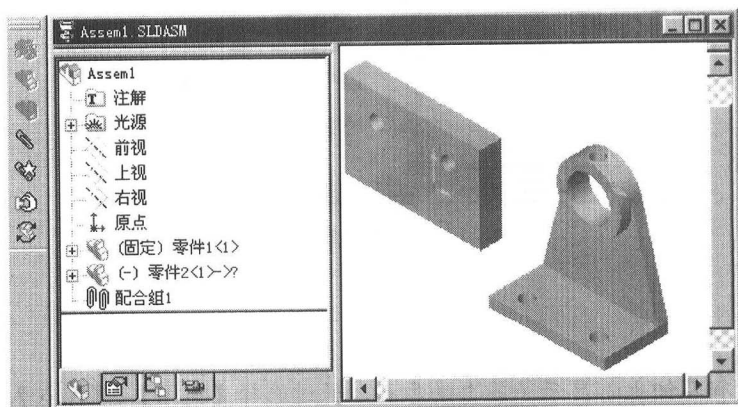

图 1-5 导入零件
(3) 此时鼠标显现为带有装配体形状的箭头，一般固定件放置在原点，单击原点则插入零件 1。特征管理器中的零件 1 前面自动加有“固定”，表明其已定位。
(4) 重复步骤 (1) ~ (3)，用同样的方法导入零件 2，零件 2 可放置在任意点，如图 1-5 所示。